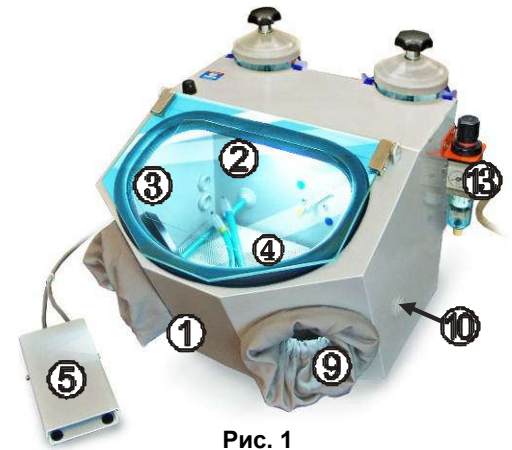

Рис. 1
4.1 Основные конструктивные элементы (рис. 1,2,3,4)